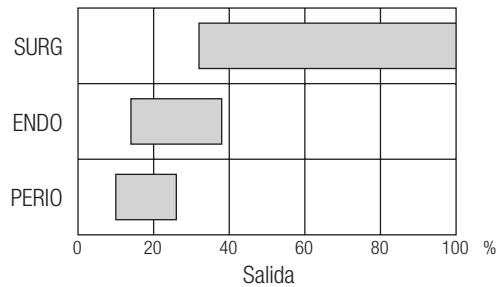

Fig. 24
* Consulte la Fig. 24 para comparar las salidas de modos diferentes.
- 2) Cepille cualquier contaminante presente en la parte interna del área de la punta con un cepillo suave. (No utilice un cepillo metálico) Límpielo con un paño humedecido en alcohol. (Fig. 24)